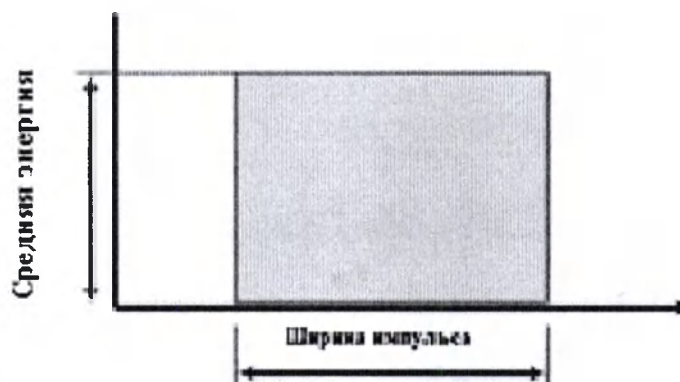

Рис. 5.7 – Одиночный импульс в режиме свободной генерации
5.7.1.1 Данный режим работы прибора представляет собой генерацию лазерного излучения импульсами без модуляции добротности, излучение каждого импульса выходящее из оптического выхода прибора имеет непрерывный характер и длится столько времени сколько задал пользователь (рис. 5.7).